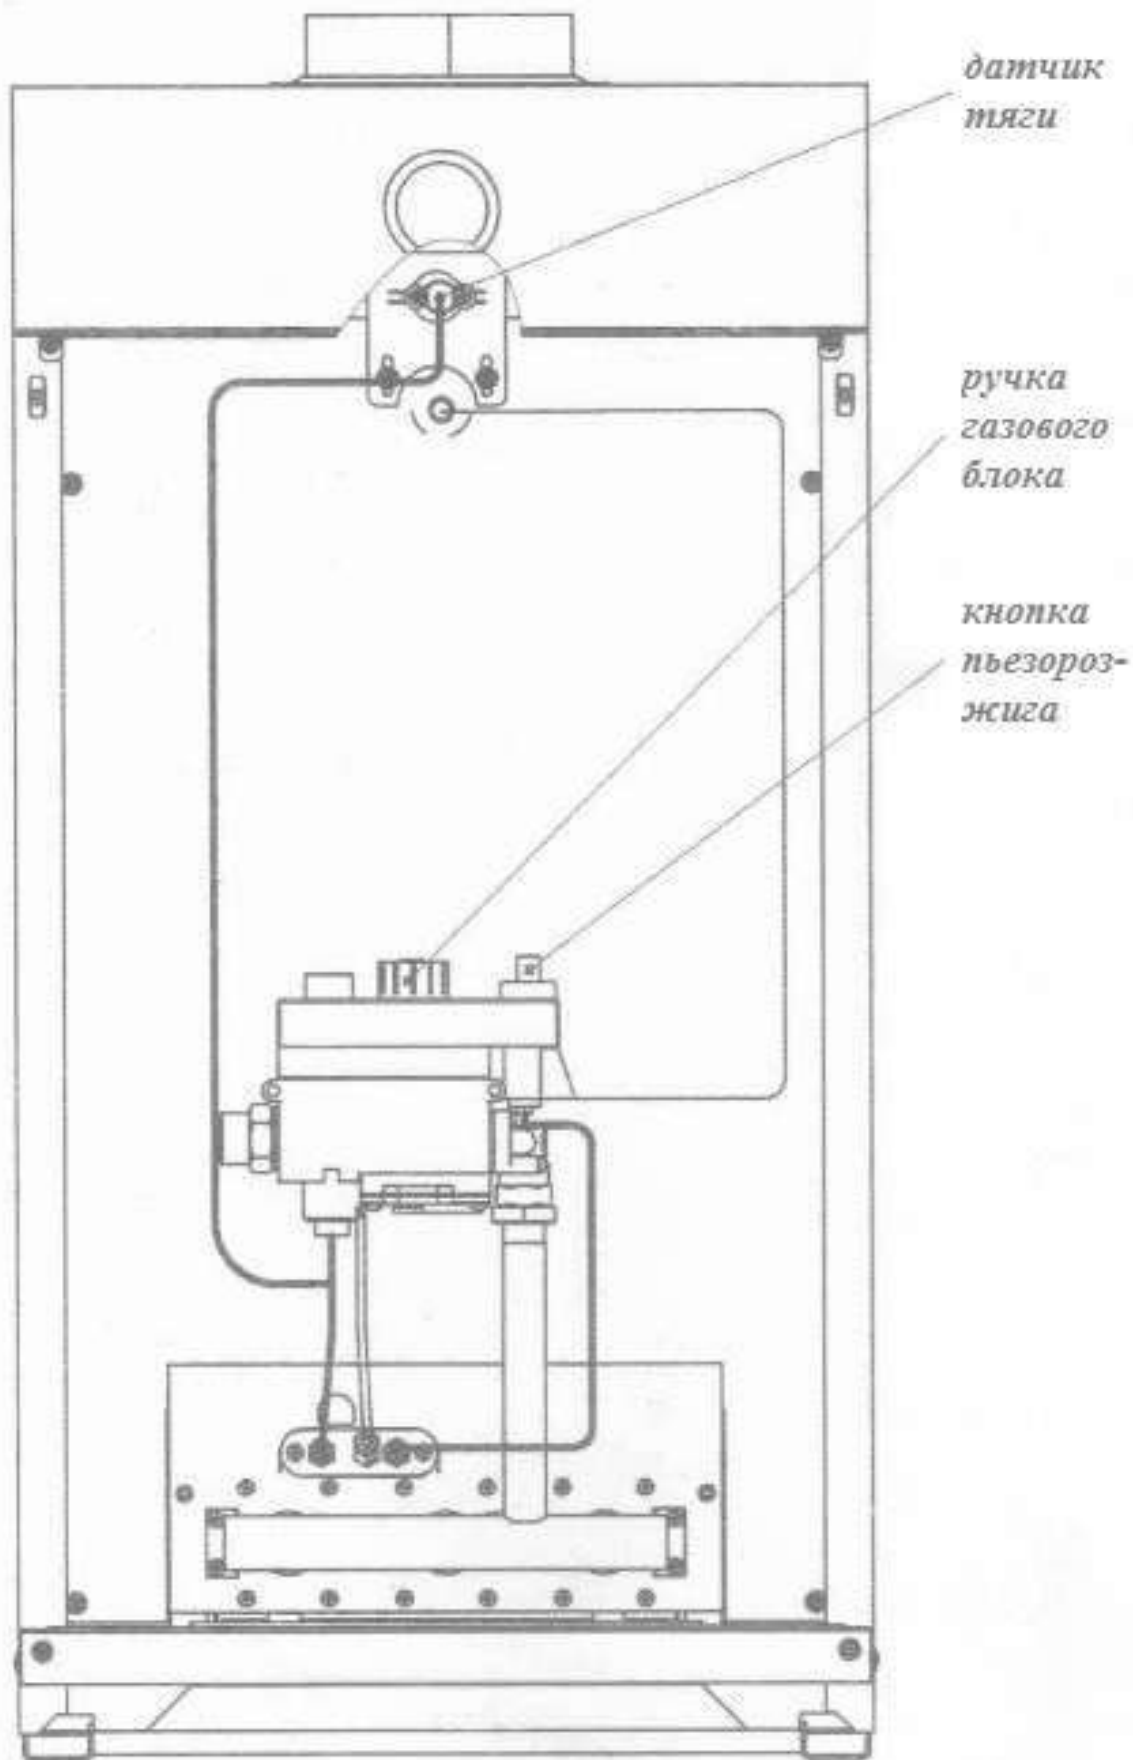

Рис.17. Особенности аппарата ГИДРОТЕРМ «Алтай» 25 (дверца не показана)
8.3.2. Нажать на кнопку «Розжиг» до упора и, удерживая её, произвести 2-3 нажатия на кнопку пьезорозжига (см. рис.17). Допускается розжиг производить спичкой через смотровое окно.